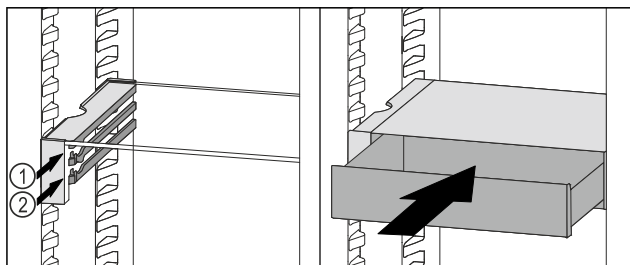

Fig. 168
- ▶ Установите выдвижной ящик VarioSafe за стопоры на требуемый выступ Fig. 168 (1) или Fig. 168 (2).